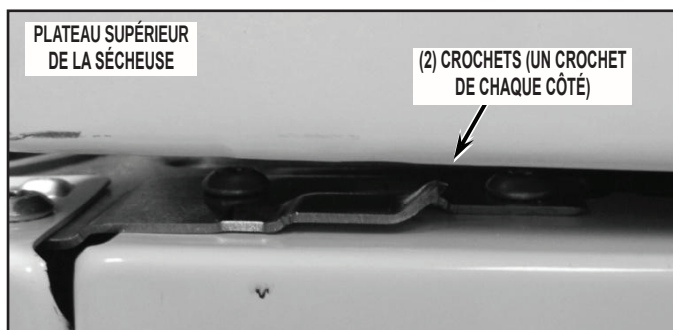

FIGURE 16
2. Pousser l'ensemble plateau supérieur/console de l'appareil vers l'avant; veiller à ce que le plateau supérieur de l'appareil s'engage sur les deux crochets (un crochet de chaque côté, près de l'avant - voir la Figure 16) et réinstaller les deux (2) vis arrière. Voir la Figure 2.